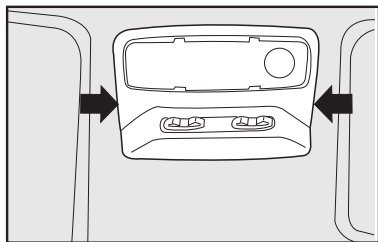

fig. 41
Algumas versões podem apresentar conjunto de luz interna como o representado na **fig. 41 e 42**;
- Com uma chave de fenda nos pontos indicados pelas setas remover o conjunto de luz interna montado a pressão pelas travas **fig. 41**;